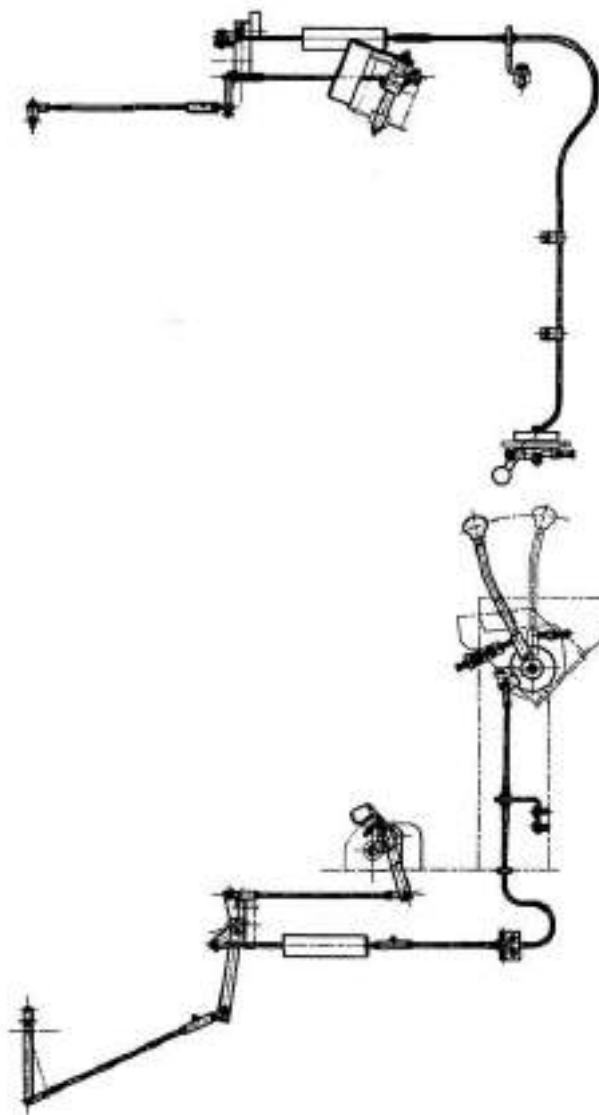

Рис. 5-7
5.1.7 Управление двигателем (Рис. 5-7)